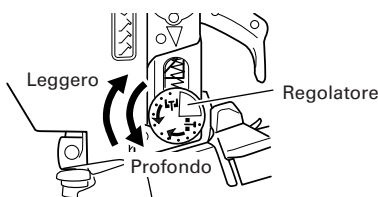

Fig. 11
- Regolazione del regolatore (Fig. 11)
Se la profondità dei chiodi è insufficiente, girare il regolatore verso il lato profondo (segno ) (vedere Fig. 11, 12).